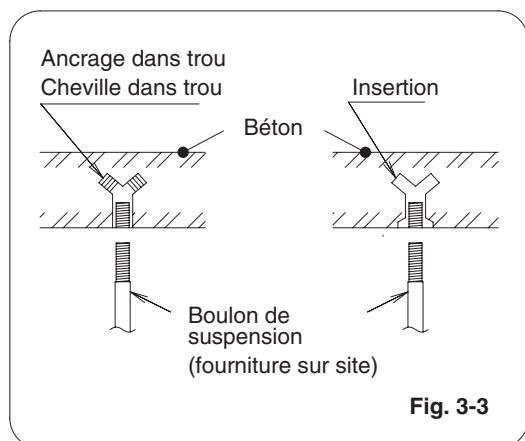

Fig. 3-3
- (2) Vissez les boulons de suspension, en les laissant sortir du plafond de la manière indiquée en Fig. 3-3. (Coupez le matériau de plafond, si nécessaire.)